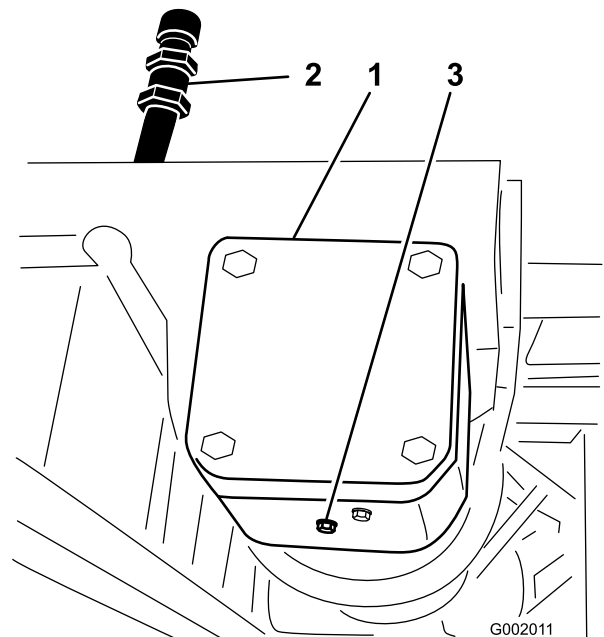

図 71
2. ドレン・プラグの下にオイルを受ける容器をおく(図 71)。
3. 補給口プラグとドレン・プラグを取り(図 71)、排出されるオイルを容器で回収する。